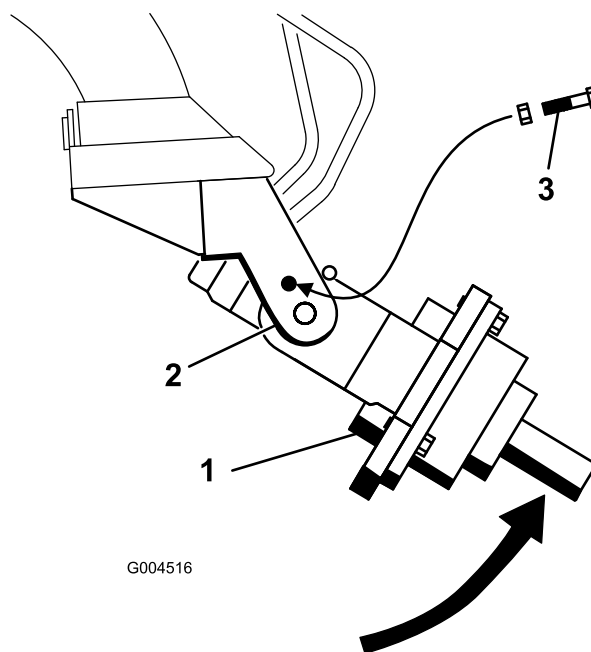

Figura 5
5. Rotiți manual capul de antrenare al melcului în sus, până când puteți glisa un urub ($\frac{1}{2} \times 2 \frac{1}{2}$ ") în orificiul din braul suportului, fixând capul de antrenare. Fixați uor urubul cu o piuliă ($\frac{1}{2}$ ") aa cum se arată în Figura 5.
3. Rotii manual capul de antrenare al melcului în sus, până când poți glisa un urub ($\frac{1}{2} \times 2 \frac{1}{2}$ ") în orificiul din brațul suportului, fixând capul de antrenare. Fixai ușor urubul cu o piuliță ($\frac{1}{2}$ ") așa cum se arată în Figura 5.